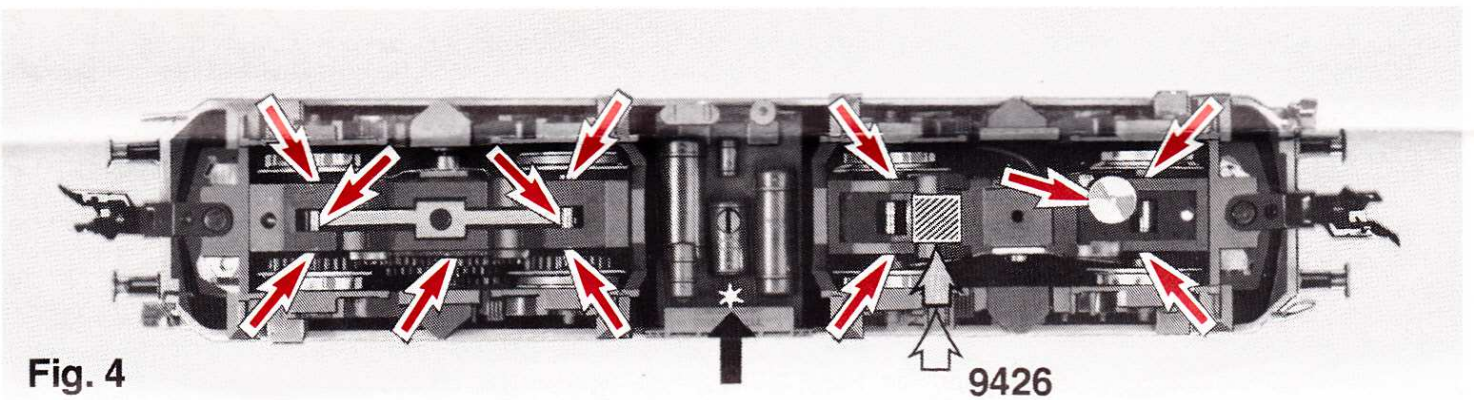

Fig. 4
* Dieser Stern bezeichnet die Masse-führende "gemeinsame Seite" der Lok (Fig. 4).
An der markierten Stelle kann der **Schaltmagnet 9426** eingebaut werden (Fig. 4).
★ This star indicates the so called "common side" of the loco (fig. 4).
The indicated point can be used for locating the **switching magnet 9426** (fig. 4).
★ Cette étoile indique le côté "masse" de la locomotive, qui est "commun" aux deux alimentations ci-dessus (fig. 4).
L'aimant permanent **9426** peut être monté à l'endroit indiqué (fig. 4).
Op de gemerkte plaats kan de **schakelmagneet 9426** gemonteerd worden (fig. 4).